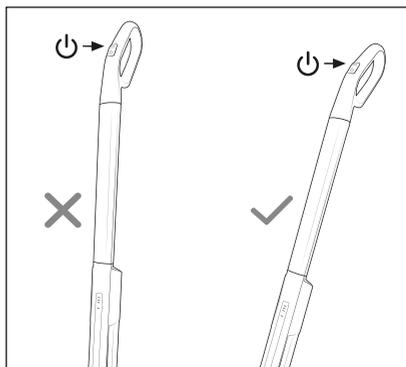

Fig. 8
- ▶ Se non si trova nella stazione di carica **9**, l'apparecchio può essere acceso solo mantenendo un poco inclinata l'impugnatura **1** (vedere fig. 8).
- 2) Sostenere l'impugnatura 1 un poco inclinata e premere l'interruttore di accensione/spengimento 16 per accendere l'apparecchio (vedere fig. 8). L'indicatore della batteria 3 e il LED funzione spruzzo/serbatoio dell'acqua sporca 4 si illuminano e il rullo a spazzola 12 inizia a girare. La funzione spruzzo si attiva automaticamente per 5 secondi, poi si ripete ogni 15 secondi.